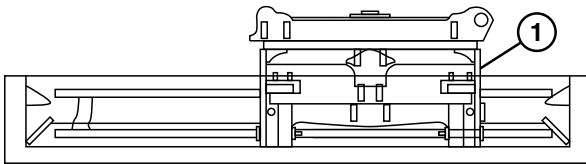

Figura 1
1. Para ajustar el lado derecho del bastidor de inclinación (1), deslizar la vertedera completamente a la izquierda. (Ver la Figura 1.)